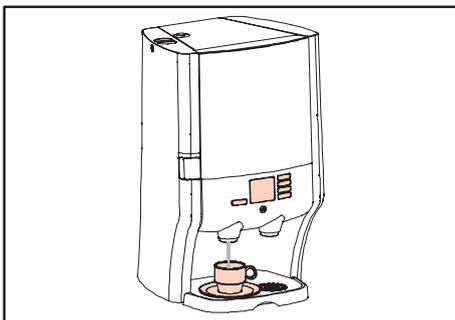

Fig. 18 Sortie d'eau chaude
1. Placez une tasse sur la grille d'égouttage sous le bec de sortie de gauche (eau chaude, fig. 18).